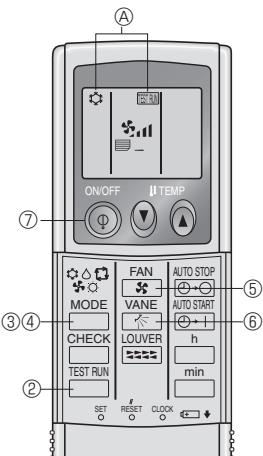

Fig. 7-5
7.2.2. Al usar el controlador remoto inalámbrico (Fig. 7-5)
- ① Encienda la unidad al menos 12 horas antes de la prueba de funcionamiento.
- ② Pulse el botón **TEST RUN** dos veces seguidas.